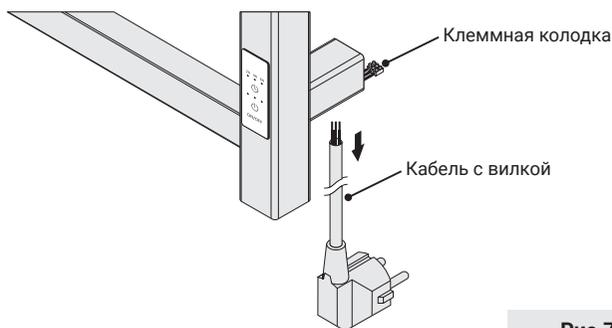

Рис.7
4.2.2. При подключении через скрытую проводку необходимо отсоединить сетевой шнур с вилкой от клеммной колодки (рис. 7).